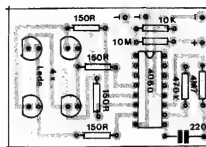

Fig.4
- FIG. 4 - CHAPEADO DA MONTAGEM - Realizada e conferida a plaquinha, o Lei-